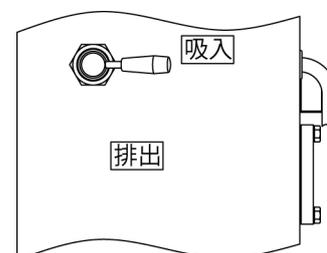

Fig.4.4
- 6) 切換弁のレバーが『吸入』の位置にあることを確認し、エアバルブを開いてください。エンジンオイルの抜き取りを開始します。（Fig.4.4）